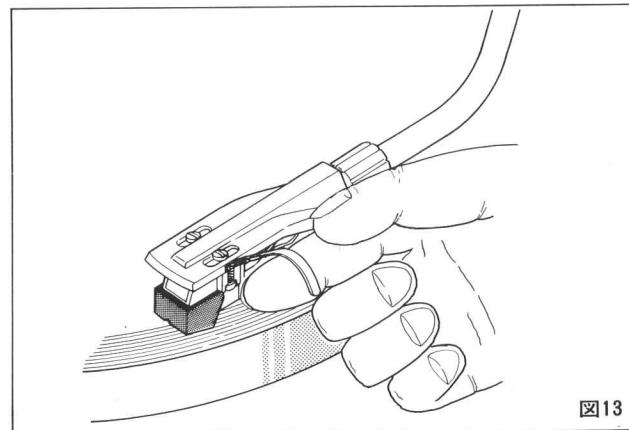

図13
- ①接続したオーディオアンプのファンクションスイッチまたはインプットセレクタースイッチをPHONOの位置にセットします。
- ②演奏するレコードをターンテーブルに乗せます。レコードがドーナツ盤の場合は、附属のEPアダプターを使用してターンテーブルに乗せます。
- ③トーンアームのカートリッジの針先をレコード面上のお聴きになりたい位置にもってゆきます。(図13)この時ターンテーブルが回転し始めます。